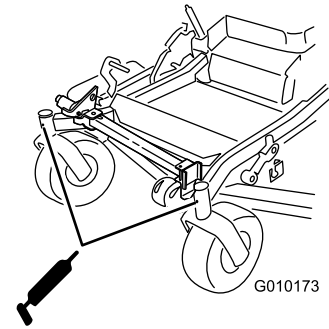

Bild 45
- Ziehen Sie die Schmierpresse aus der Öffnung. Drehen Sie die Sechskantschraube und Staubkappe wieder ein (Bild 45).